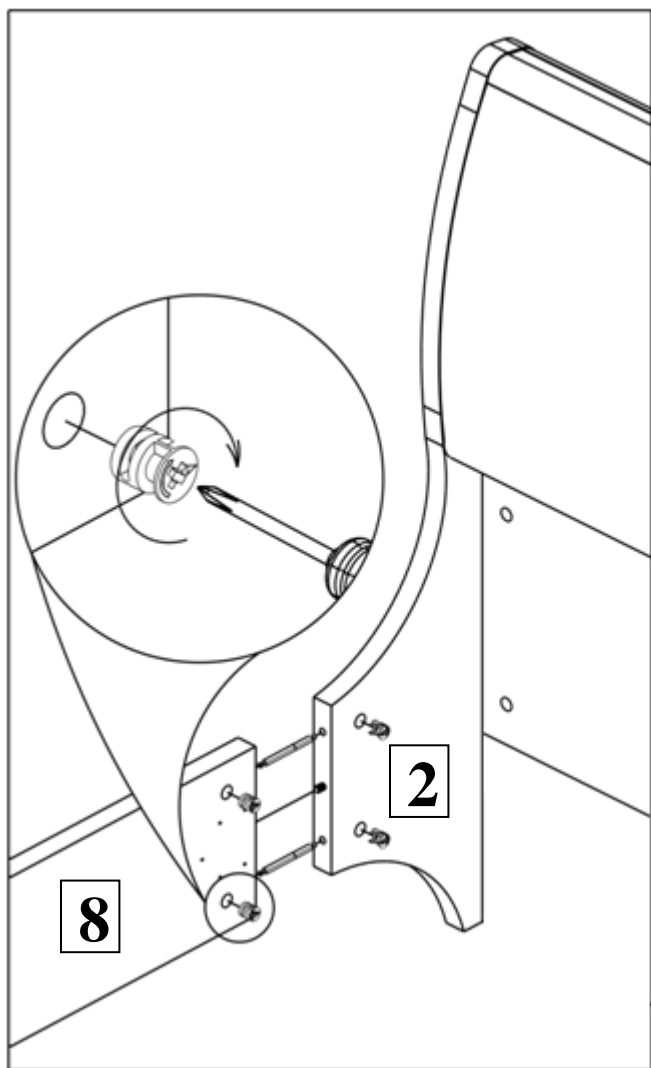

Рисунок 9.
9. Используя эксцентрики 25мм и дюбеля двойные притяните деталь (поз. 8) к детали (поз. 2). Аналогично притяните деталь (поз. 7) к детали (поз. 3). См. рисунок 9.